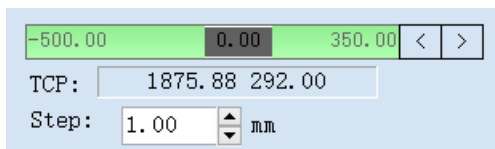

图 4-3 导轨的机械装置手动关节
(4) 在“基本”选项卡中单击“目标点”，此时出现“创建目标”框。在“位置”一栏中填写 724.5、-859.38 和 1209.51，“方向”一栏中填写 180、0 和-90，点击添加然后点击创建，将创建好的“Target_10”重命名为“phome”，该点为机器人作业的“home”点。继续创建目标点，再次点击“目标点”，在位置一栏中填写 800，-450，800，方向一栏中填写 180、0 和-90，创建完成后将该点改为“Target_10”。
(5) 在左侧栏中从“路径和目标点”中回到“布局”中，右键导轨“IRBT2005”，选择机械装置手动关节，如图 4-3 所示。将绿色滑动条移至最右边的 350 处，可以看到导轨带动机器人向右移。